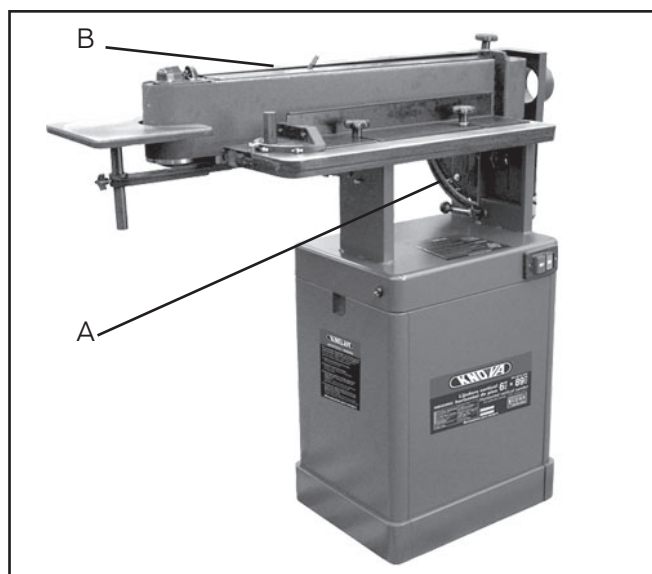

Figura 4
1. La mesa lijadora puede ser ajustada a 90° y a 180°, vea la Figura 4.
2. Ajuste la manija sujetadora (B) como se desee o sea necesario para cambiar una correa. Vea la Figura 4.
3. Afloje la perilla de seguridad (A) para ajustar y apretar el ángulo deseado.